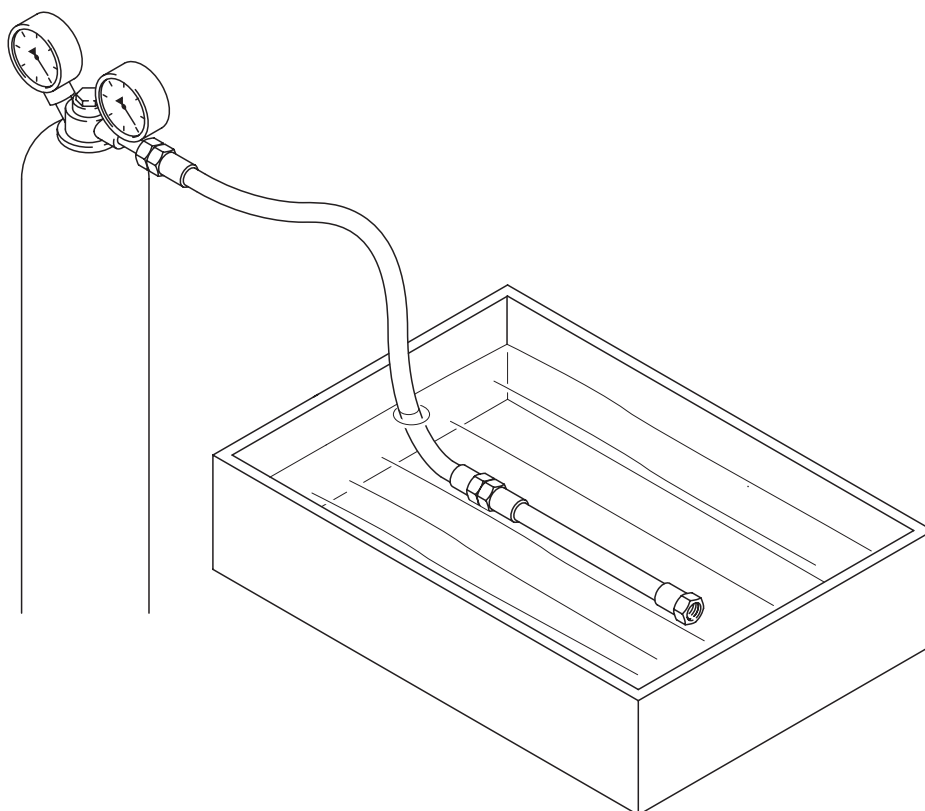

Рис. 405 Испытание шлангопроводов на герметичность
- Закройте шлангопроводы и проверьте на герметичность с помощью азота или сухого сжатого воздуха в водяной ванне (испытательное давление ок. 35 бар) (см. Рис. 405).